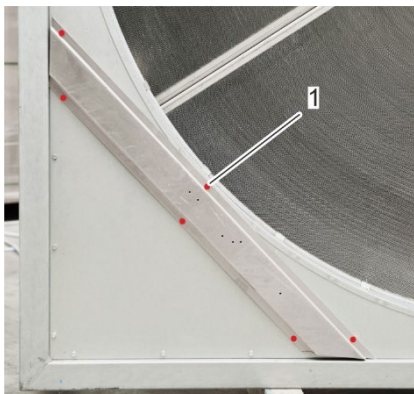

Figura 24: Taladrar agujeros en el travesaño
2. Atornille el travesaño (Figura 23/2) con tornillos autorroscantes (/Figura 23/1) a la carcasa del intercambiador de calor rotativo (Figura 23/3). Utilice los seis orificios (Figura 24/1).